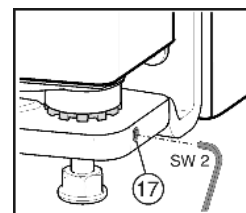

Fig. 12
- ▶ Den Gewindestift Fig. 12 (17) ein Stück herausdrehen (maximal eine Umdrehung!).
- ▶ Gewindestift Fig. 12 (17) wieder festziehen, um den Lagerbolzen zu fixieren.